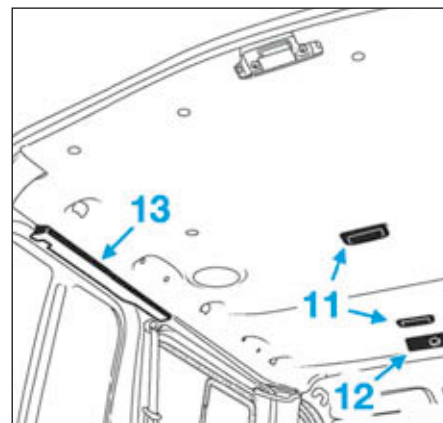

FIG.67
- Brancher les connecteurs des éclairateurs de plafonnier (11) (Fig.67).
- Clipper les éclairateurs de plafonnier (11).
- Brancher le connecteur de panneau de commande (12) de chauffage arrière.
- Clipper le panneau de commande (12) de chauffage arrière.
- Reposer les caches latéraux (13) de garniture de pavillon arrière.